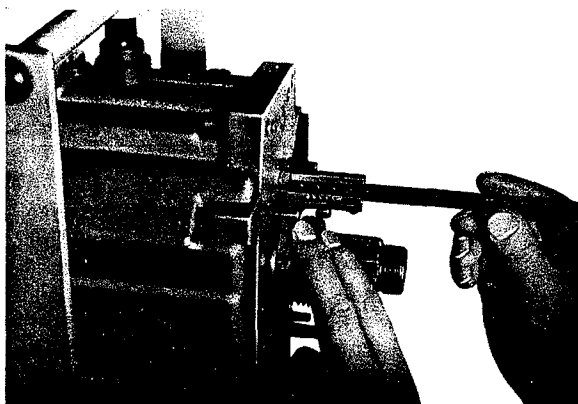

Fig. 53
3. Mesurer avec une jauge de profondeur la distance entre le bord du roulement et la surface d'étanchéité du carter (fig. 53).